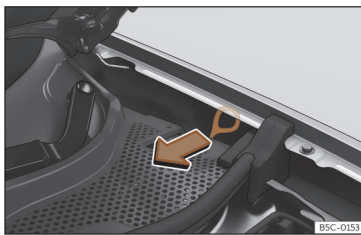

Fig. 66 Entre a lateral esquerda e a dobradiça do capô do motor Puxador para o desbloqueio manual de emergência do conector de carregamento.
O puxador para o desbloqueio manual de emergência encontra-se no lado esquerdo do compartimento do motor, por cima da tomada de carregamento >>> **Fig. 66.**
- Puxe a alavanca >>> **Fig. 66.**